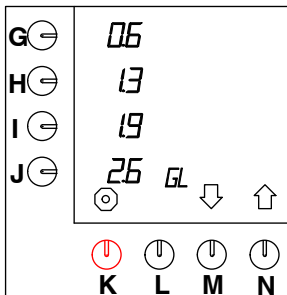

Fig. 29 Ändring av de förprogrammerade valtangenterna för gallons
- Tryck på valtangenten (N.)↑ tills fig. 29 visas på displayen.